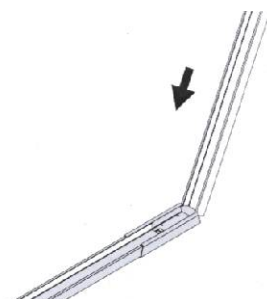

рис.8
- Расположите часть рейки как показано на рис. 8, опустите вниз, нажимая легко на цепь рейки/звёздочку и получите таким образом рейку в собранном виде.